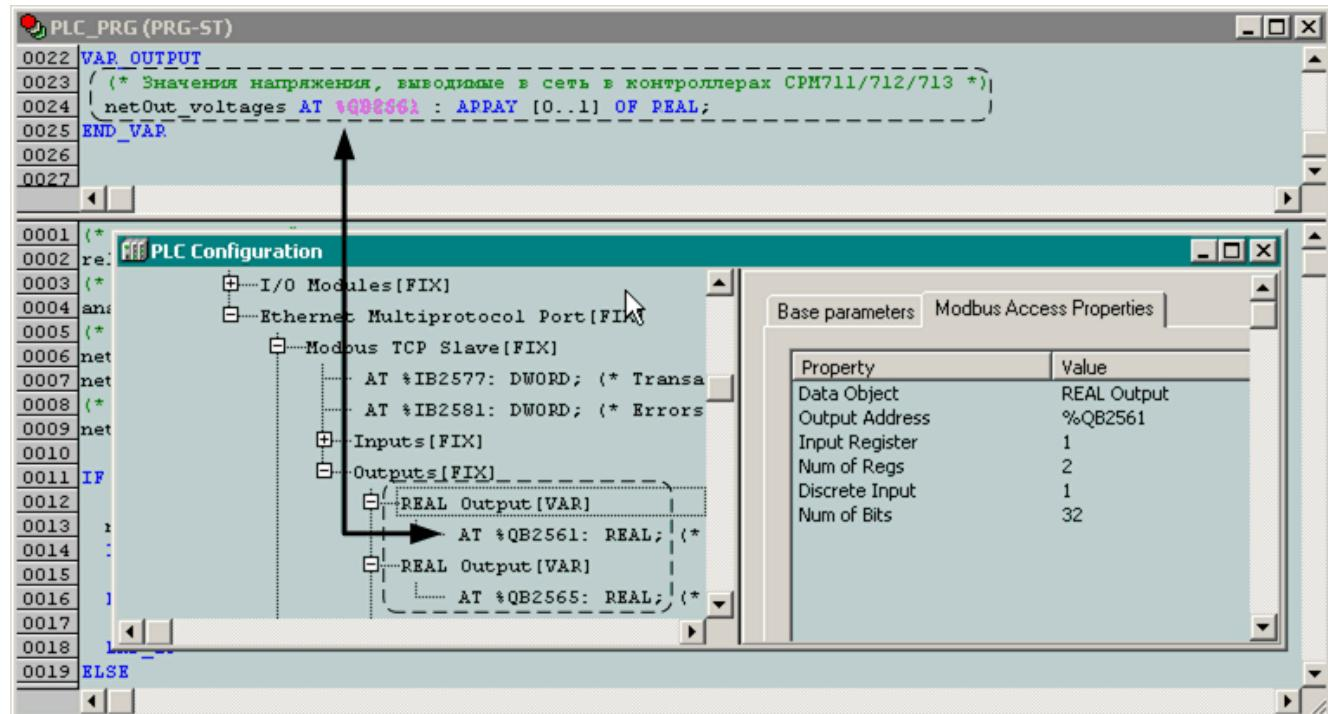

Рис. 48. Ссылка выходной переменной непримитивного типа на адрес в области выходных данных образа процесса
- Значения напряжения на двух каналах модуля аналогового ввода выводятся в сеть путем использования выходной переменной в виде массива из двух элементов типа *REAL*. При этом ссылка на область выходных данных образа процесса организуется посредством указания непосредственного адреса в декларации переменной, как показано на рис. 48.